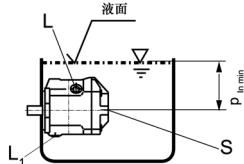

图3
a) 当油箱的最低液面在泵顶端之上或同高，则“L”、“L1”和“S”口可开放(见图3)。